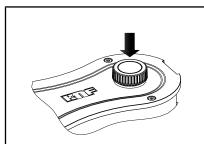

Fig.5: Conexión/desconexión de la bomba
- Conectar la bomba pulsando el botón giratorio/pulsador (ver Fig. 2/3, ver Fig. 5).
- Desconectar la bomba con el botón giratorio/pulsador (ver Fig. 5).